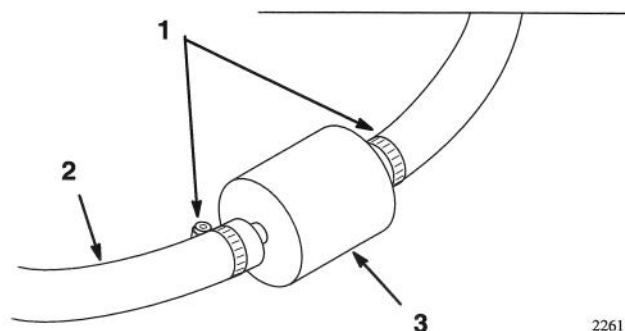

Figure 23
- Desserrer les colliers des flexibles et les faire glisser sur les flexibles loin du filtre (Fig. 23).